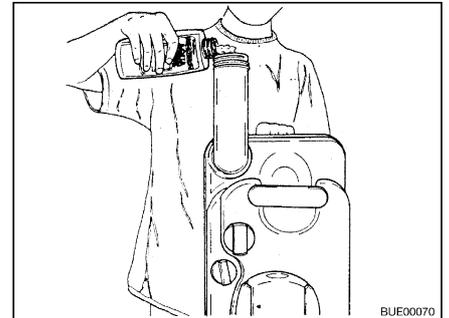

Fig. 294 Rifornimento di liquido sanitario
- Versare la quantità indicata di liquido sanitario nel serbatoio fecale (Fig. 294).